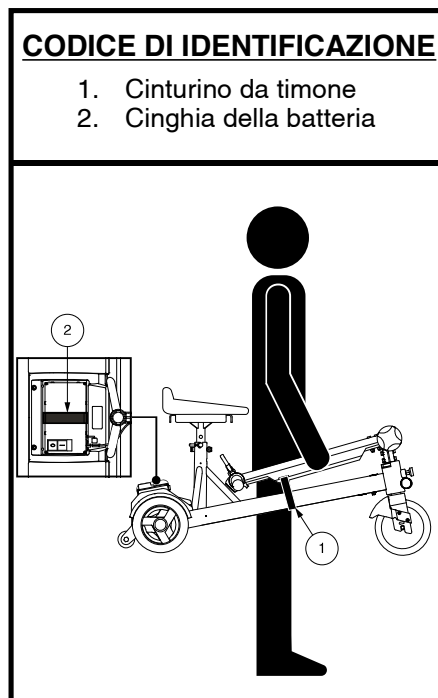

Figura 21. Pieghevole per il trasporto
3. Avvolgere saldamente la cinghia del timone attorno alla trave principale utilizzando il gancio riutilizzabile e la chiusura a strappo per fissare le cinghie. **Vedere figura 21.**